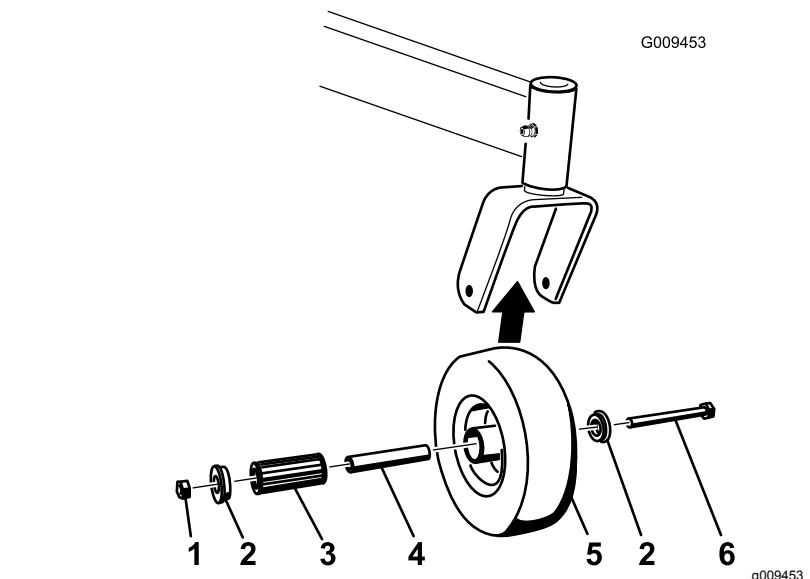

Figura 53
1. Retire la contratuerca y el perno que sujetan la rueda giratoria a la horquilla (Figura 53).
2. Retire un solo casquillo y tire del casquillo intermedio y del cojinete de rodillos para sacarlos del cubo de la rueda (Figura 53).
3. Retire el otro casquillo del cubo de la rueda y límpie la grasa y la suciedad del cubo de la rueda (Figura 53).
Nota: Repare o cambie cualquier pieza dañada o desgastada (Figura 53).
5. Coloque un casquillo en el cubo de la rueda (Figura 53).
6. Engrase el cojinete de rodillos y el casquillo intermedio y deslícelos en el cubo de la rueda (Figura 53).
7. Coloque el segundo casquillo en el cubo de la rueda (Figura 53).
8. Instale la rueda giratoria en la horquilla y fíjela con el perno y la contratuerca (Figura 53).
9. Apriete la contratuerca hasta que el casquillo intermedio se apoye contra el interior de las horquillas de las ruedas giratorias (Figura 53).